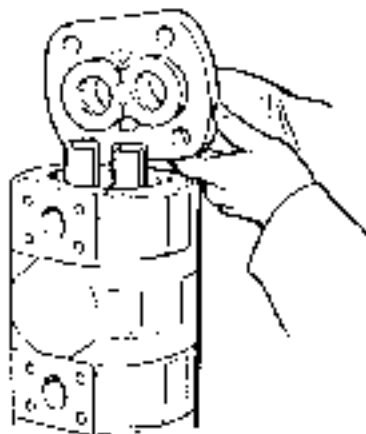

Fig. 9
4. Unscrew nuts (4) with a socket wrench or a double offset wrench, and remove stud bolts (5) and (6).
5. Remove end frame (7). (Fig. 9)
4. Nut (4)をソケットレンチ又はメガネレンチにて締め、スタッドボルト(5)、(6)を取り外す。
5. エンドフレーム(7)を取り外す。(Fig. 9)